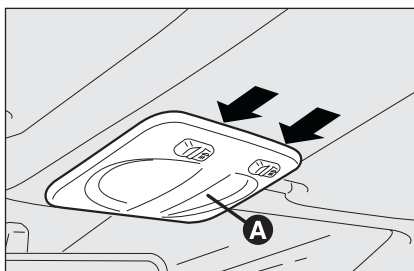
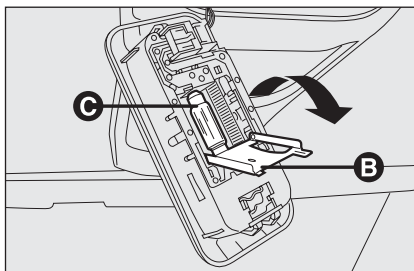

рис. 30
рис. 31
- ☐ Нажмите на точки, указанные стрелками, и выньте колпак **А-рис. 30**;
- ☐ Замените лампы **С-рис. 31**, вынув их из боковых контактов. Убедитесь, что новые лампы надежно закреплены между контактами;
- ☐ Закройте крышку **В-рис. 31** и установите колпак **А-рис. 30** на место, надежно защелкнув.